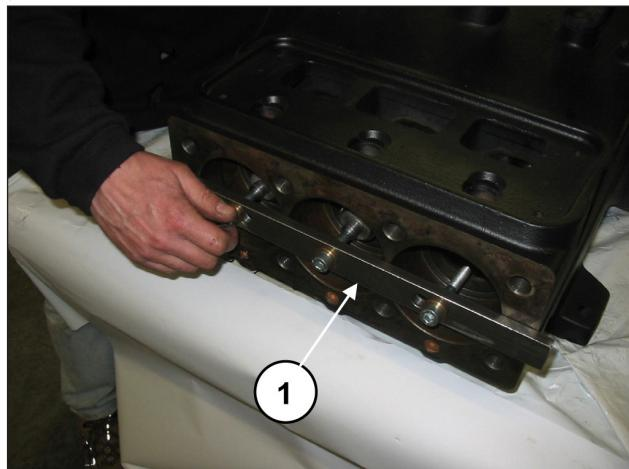

图 26
将半连杆向液压部分的方向前移，使之从轴中出来。为方便操作，可使用专用工具(编号 27566200)，(位置①, 图 26)。